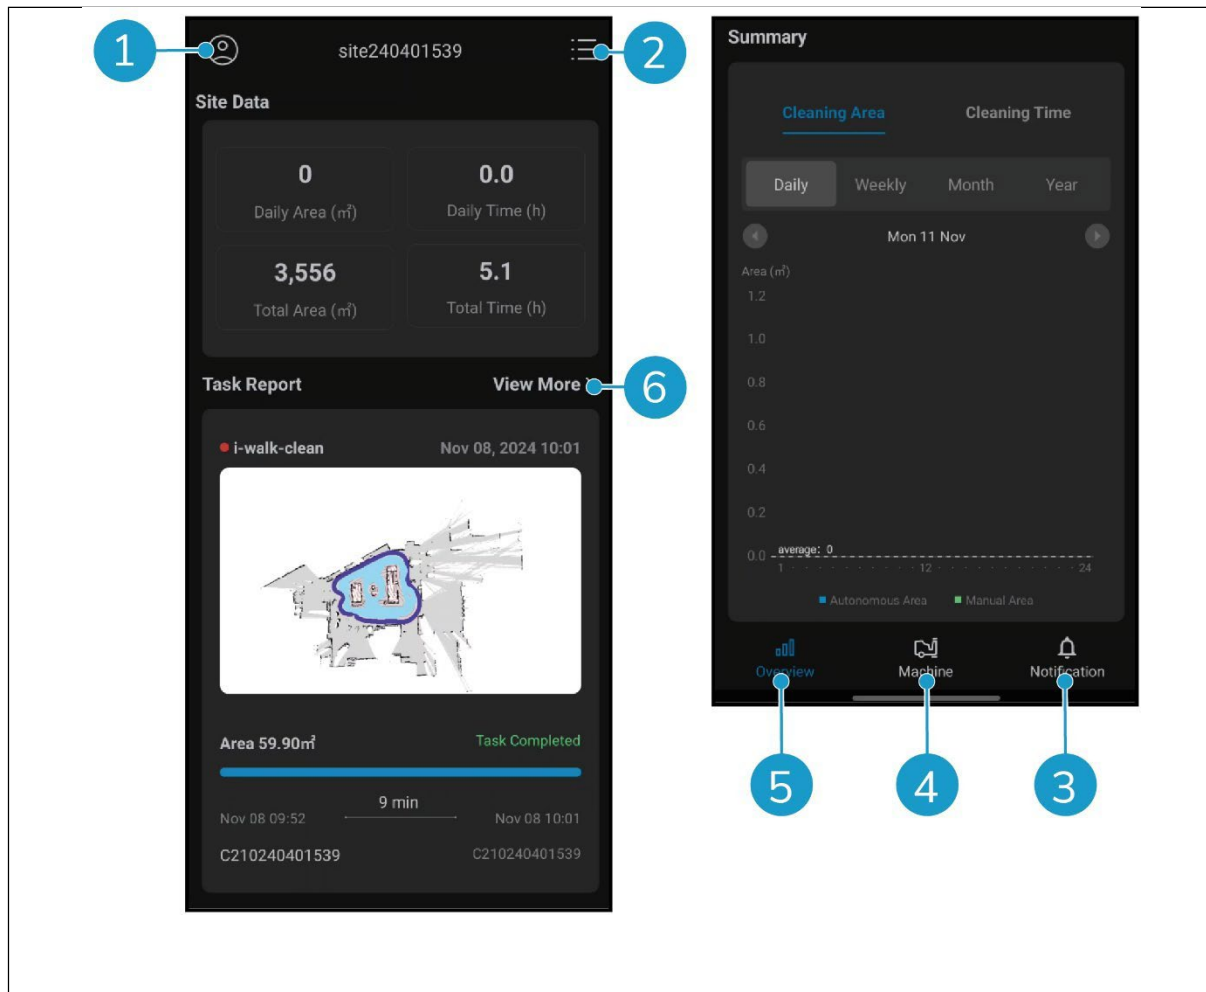

Figura 29
- Pulse el botón [\[Perfil\]](#) (Figura 29, pos. 1) para ver el menú Sitio.
- Pulse [\[Ver más\]](#) (Figura 29, pos. 6) para abrir el Informe de tareas.
- Pulse los botones de la parte inferior (Figura 29, pos. 3 y 4) para cambiar al menú Máquina o Notificación.